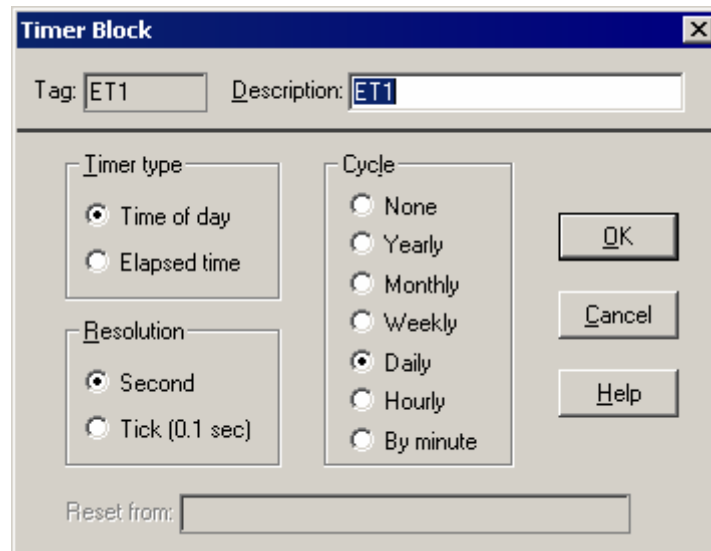

Рис. 4.144. Диалоговое окно для конфигурирования функционального блока таймера
*Функциональный блок таймера* редактора задач предназначен для реализации таймеров различных типов и имеет вход сброса. Таймер может выполнять функции формирования абсолютных или относительных временных интервалов с разрешением 0.1 секунды или 1 секунда. Цикл таймера до сброса с последующим возобновлением работы может составлять от 1 минуты до 1 года. Содержимое таймера (относительное или абсолютное время) может быть передано другому функциональному блоку стратегии. Выходное значение блока таймера представляется в виде длинного целого значения в диапазоне от 0 до 4294967295. Данный блок является весьма удобным средством для реализации различных алгоритмов управления, выполнение которых основывается на интервалах времени. Диалоговое окно настройки параметров блока показано на рис. 4.144. Единицы, в которых выражается значение на выходе блока таймера, могут быть выбраны с помощью переключателя *разрешающая способность (Resolution)*. Таким образом, разрешающая способность таймера может составлять 1 тик (0.1 секунды) или 1 секунда. Получение более высокого разрешения в рамках операционной системы Windows представляется весьма трудной задачей. Цикличность (периодичность) работы таймера может быть выбрана с помощью переключателя *цикл (Cycle)* диалогового окна настройки параметров блока. По истечении периода времени, выбранного с помощью указанного переключателя, содержимое таймера сбрасывается в ноль и работа таймера возобновляется. Например, если выбран цикл, равный 1 минуте (**By minute**), а разрешение (**Resolution**) — 1 секунда, то содержимое таймера в каждом цикле будет увеличиваться от 0 до 59 с последующим возобновлением. Данная функция блока таймера в текущей версии пакета работает только при использовании разрешающей способности, равной 1 секунде. Содержимое блока таймера может быть сброшено в 0 в процессе его работы путем подачи на вход блока дискретного сигнала с уровнем логической единицы. Для возобновления работы таймера следует подать на вход блока дискретный сигнал с уровнем логического нуля.
2. *Второе действие*. Сделайте активным окно редактора задач и поместите в него функциональные блоки таймера, реализации простой операции деления, Бейсик-сценария и метки времени, соединив их в соответствии с рис. 4.129. Настройте функциональные блоки в соответствии с рис. 4.144, 4.148 — 4.153 и 4.145. Такая настройка блоков обеспечивает на выходе блока деления **SOC1** значение текущего часа, на выходе **SOC2** — текущей минуты, на выходе **ET3** — текущей секунды, а на выходе **ET4** — текущего тика текущей секунды.